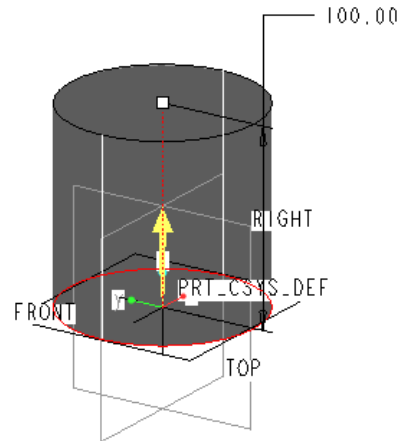

図 13-53 フィーチャー完了前
- ・「スケッチ完了」をクリックし、次いで「押し出しツール」で 100mm 押し出す。（図 13-53）